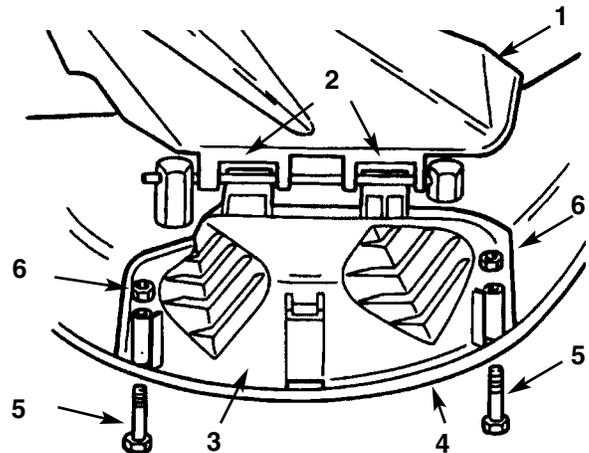

Bild 12
1. Das Prallblech anheben und die Nasen an der Oberseite der Auswurfabdeckung unter die Prallblechbefestigungsstange schieben. Die Auswurfabdeckung abwärts über die Öffnung und auf die untere Kante des Mähwerks bringen (Bild 12).
2. Die Auswurfabdeckung auf der unteren Mähwerkklappe mit Schrauben und Muttern absichern (Bild 12).